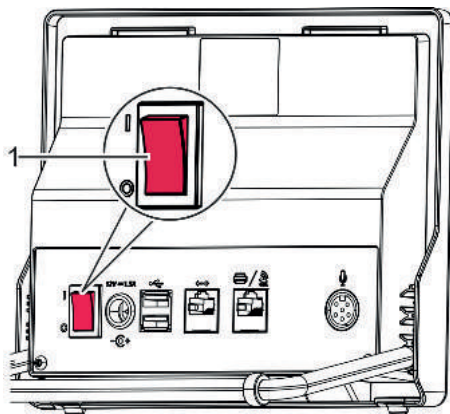

Abb. 14: Watch Expert ausschalten
1. Watch Expert mit dem Schalter [I/O] (Abb. 14/1) in Stellung [O] schalten.